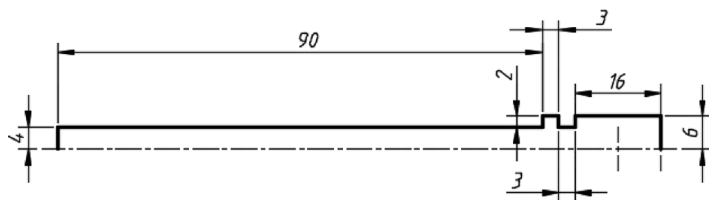

图 12-51 绘制一系列直线段
7) 绘制相关的直线段。使用 LINE 命令, 按照图 12-51 所示的尺寸绘制一系列以粗实线表示的直线段。